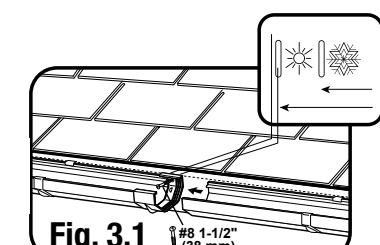

Fig. 3.1
- Fijar los empalmes directamente a la imposta con tornillos #8 x 38mm (Fig. 3.1)